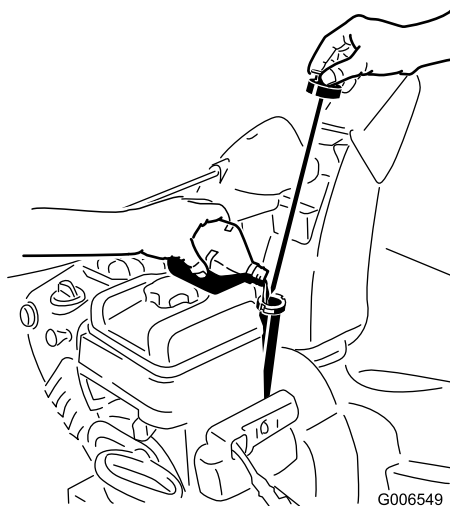

Рисунок 40
2. Выньте щуп и проверьте уровень масла (Рисунок 40). Если уровень масла находится ниже отметки Add (Добавить), то добавьте масла в двигатель. См. Раздел "Заправка двигателя маслом".